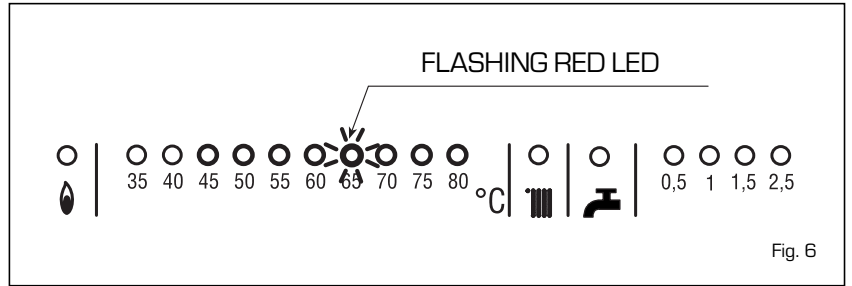

Fig. 6
- **Other anomalies** (fig. 6)